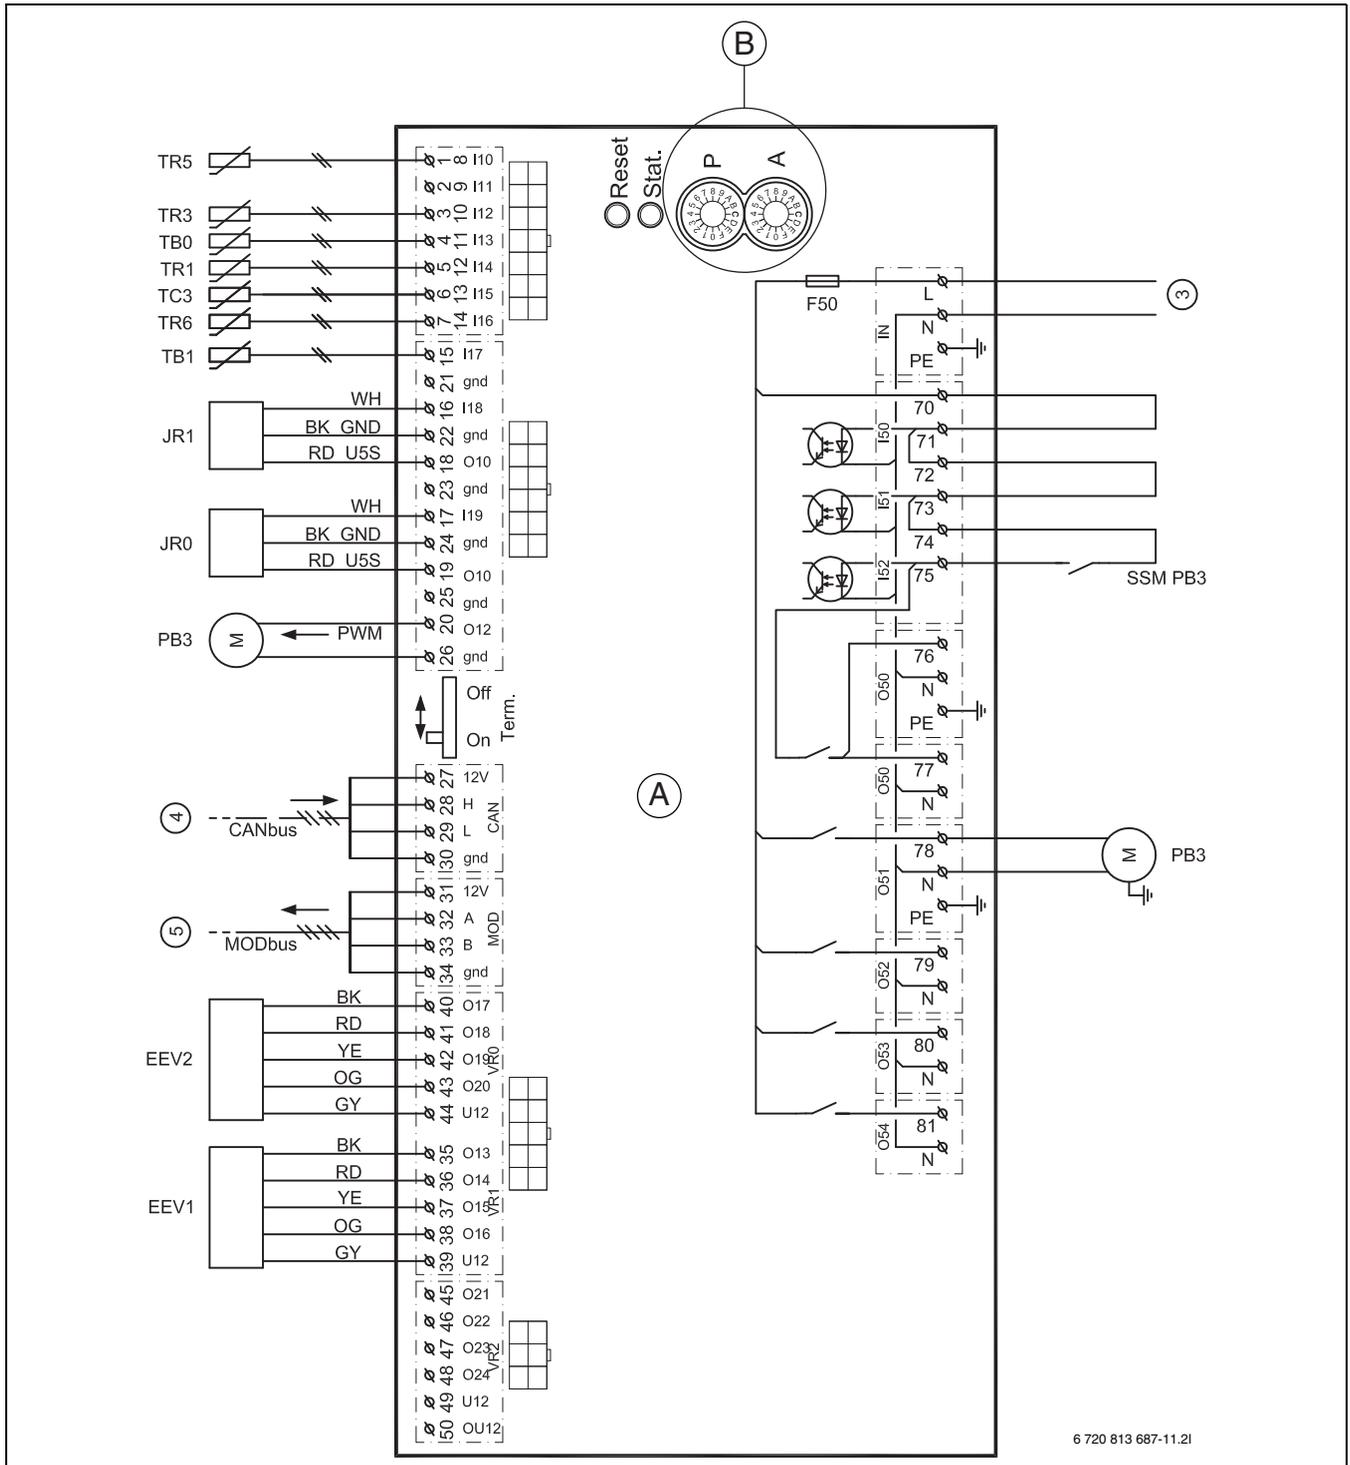

Bild 35 Schaltplan für I/O-Modul
- [4] CAN-BUS zu I/O-Modul ([4] Abb. 35)